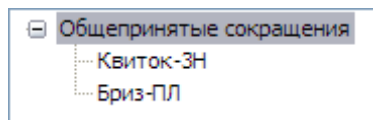

Рисунок 149
7) Добавьте к словарю второй раздел – «Бриз-ПЛ». Структура словаря показана на рисунке (рисунок 149).